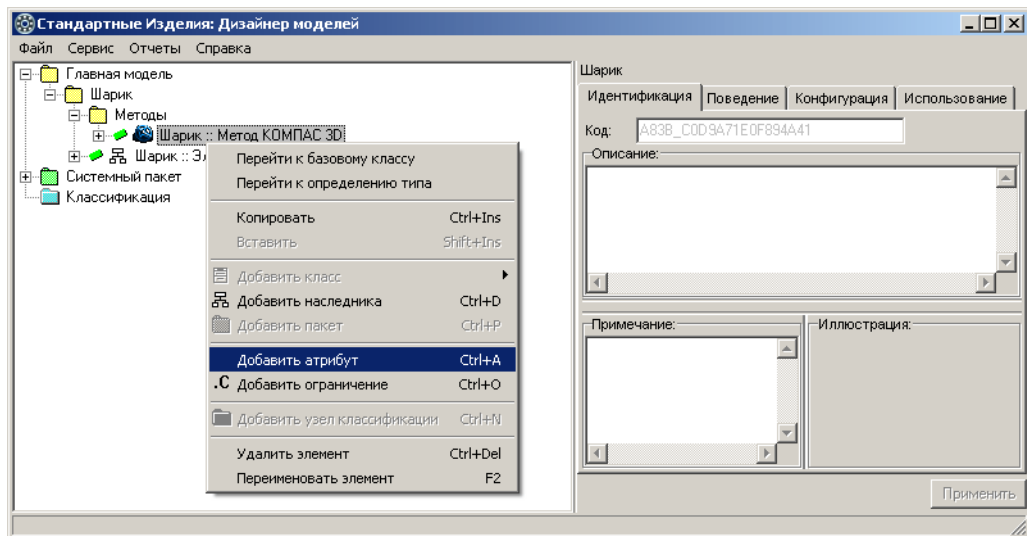

Рис. 3.18.
1. Укажите метод *Шарик :: Метод КОМПАС 3D* и вызовите из контекстного меню команду **Добавить атрибут** (рис. 3.18) или нажмите клавиши **<Ctrl>+<A>**.